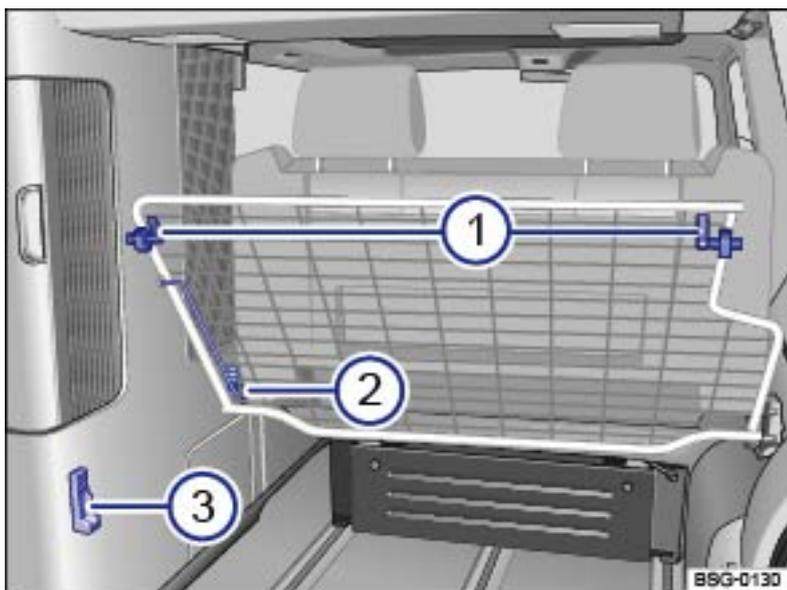

Fig. 14 Dans le coffre à bagages : leviers ①, béquille ② et fixation ③
Tournez les deux leviers ⇒ Fig. 14 ① situés sous le coussin de couchette afin de déverrouiller ce dernier.
Tournez les deux leviers → Fig. 14① situés sous le coussin de couchette afin de déverrouiller ce dernier.